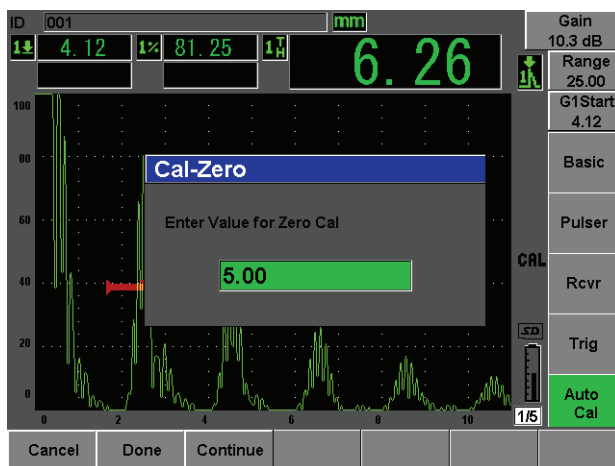

Рис. 2-14 Значение Cal-Zero
6. Нажмите **Cal-Zero** (см. Рис. 2-14 на странице 43).